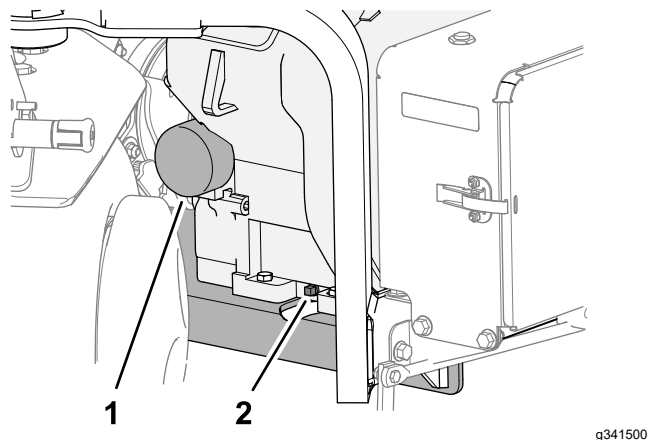

Figure 161
3. Placez un bac de vidange sous le bouchon de vidange et retirez le bouchon (Figure 161).
1. Placez un bac de vidange peu profond sous le filtre à huile et enlevez le filtre (Figure 161).
6. Vissez le filtre à huile sur l'adaptateur jusqu'à ce que le joint touche l'adaptateur (Figure 161), puis serrez encore le filtre d'un demi tour.